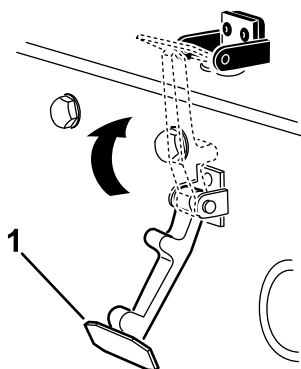

Figura 19
6. Prenda o trinco no suporte do trinco do capot (Figura 19).